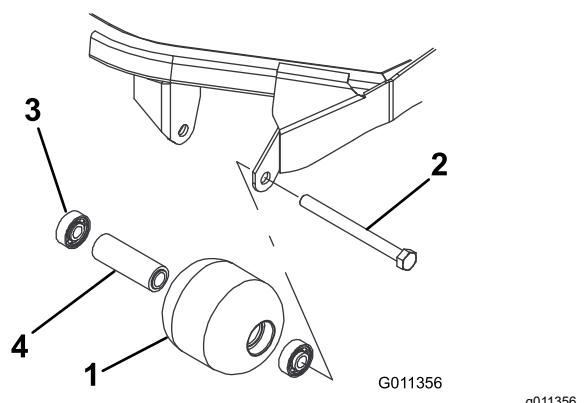

Рисунок 73
- Снимите болт крепления валика (Рисунок 73).
4. Осмотрите корпус, подшипники и распорную втулку подшипника валика на наличие повреждений (Рисунок 73). Замените все поврежденные компоненты и соберите их.
1. Запрессуйте передний подшипник в корпус валика (Рисунок 73). Прикладывайте усилие только к наружному кольцу или одинаковое усилие к внутреннему и наружному кольцам.
2. Вставьте втулку подшипника (Рисунок 73).
3. Запрессуйте второй подшипник в корпус валика (Рисунок 73). Запрессуйте, нажимая с одинаковым усилием на внутреннее и наружное кольца до тех пор, пока внутреннее кольцо не войдет в контакт с проставкой.